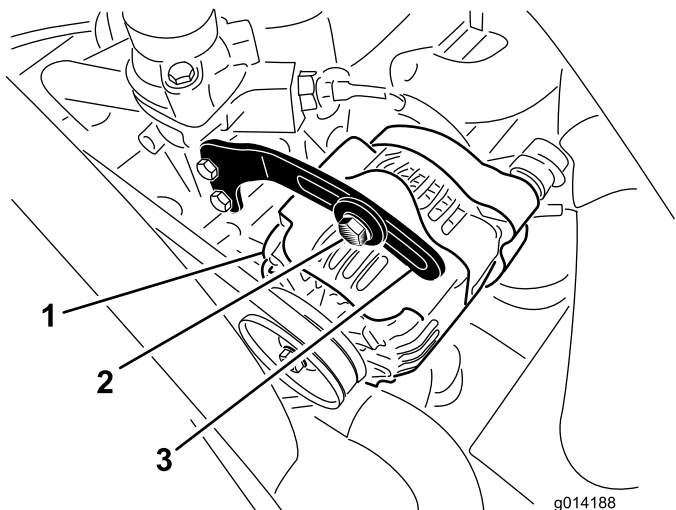

図 57
2. オルタネータ側プーリとクランクシャフト側プーリ間の中央部(図 57)でベルトを指で 10 kg 程度の力で押して点検する。
3. ブレースをオルタネータ(図 57)に固定しているボルトと、オルタネータのピボットボルトをゆるめる。